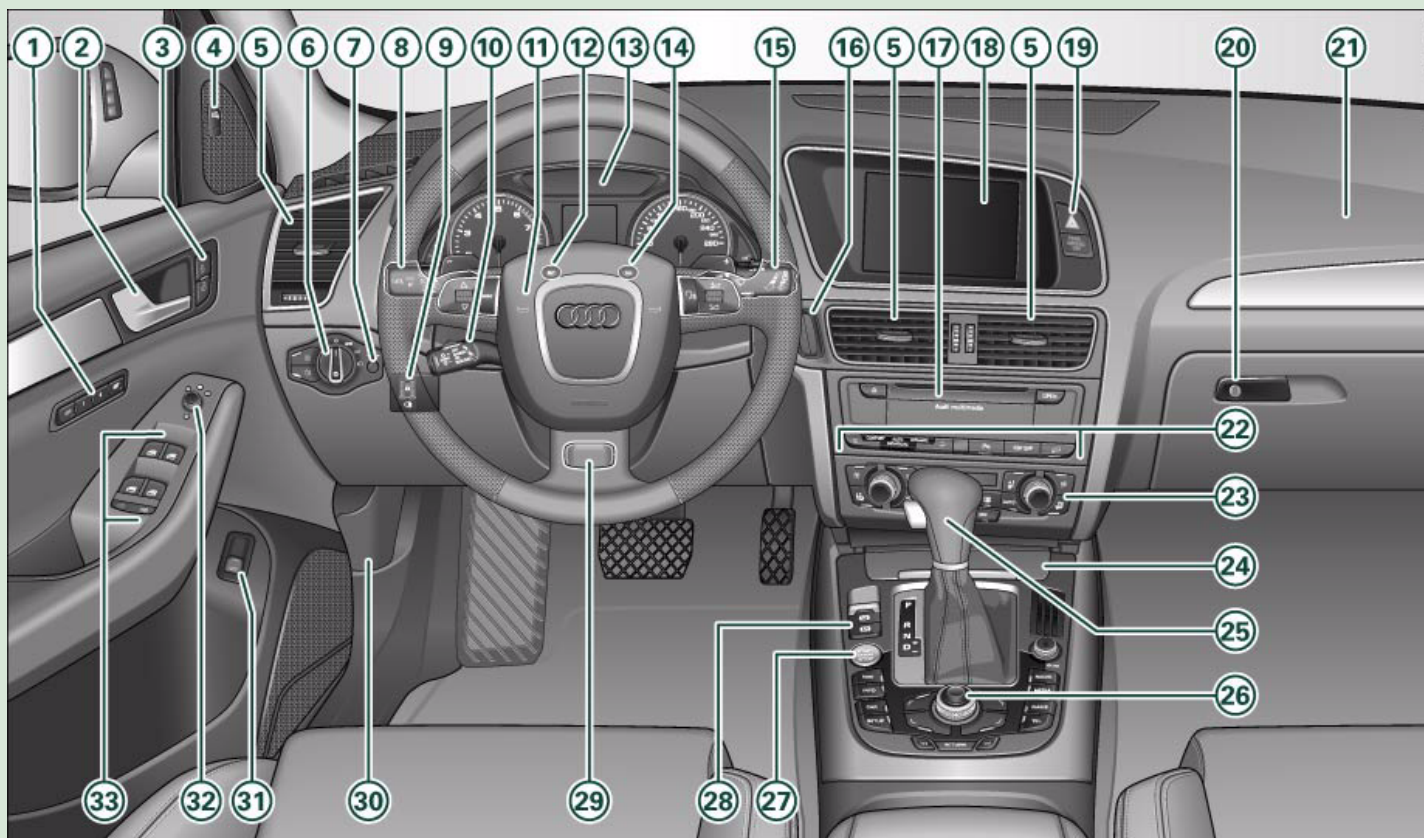

Fig. 1 Algunos de los equipamientos relacionados pertenecen sólo a determinadas versiones del modelo o son equipamientos opcionales.
- En vehículos dotados de volante a la derecha*, la disposición de los elementos de mando difiere parcialmente de la que se muestra en la figura ⇒ *página 6*, fig. 1. Los símbolos de los mandos son, sin embargo, los mismos. ■